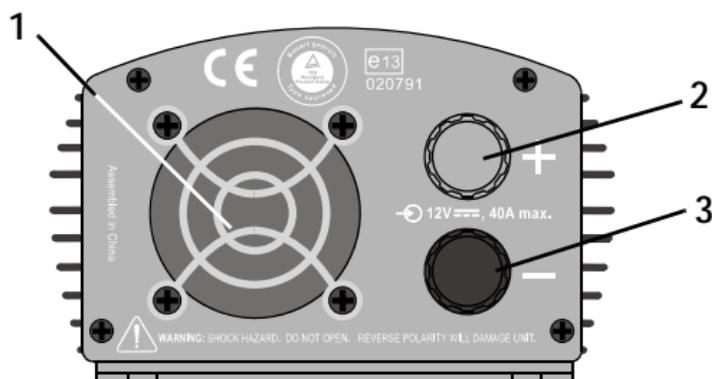
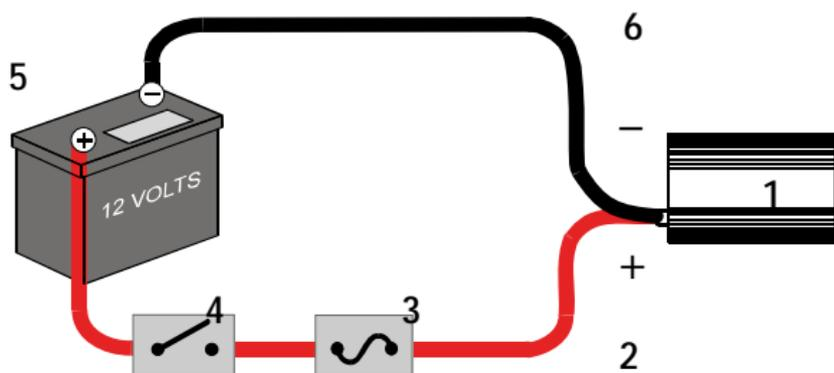

Figure 2 Panneau CC sur le XPower 300
Figure 3 Raccordement câblé du XPower 300 à une batterie de 12 volts
Ventilateur Le ventilateur (voir Figure 2) se met en marche quand une charge CA égale ou supérieure à 100 watts est branchée.
Votre méthode dépendra de la dimension de vos charges CA. Quand vous connectez le convertisseur, référez-vous à la Figure 2 et à la Figure 3.
Charges de toutes dimensions (jusqu'à 300 watts en courant continu) Pour une connexion électrique permanente ou quand vous avez besoin d'alimenter certaines charges supérieures à 150 watts et inférieures à 150 watts, vous pouvez câbler le convertisseur à la batterie. Ceci évite de devoir passer du câblage des pinces de batterie à l'allume-cigares. Vous pourrez voir une installation câblée dans la Figure 3.
3. Installez un fusible automobile de 40 ampères et un commutateur à 40 ampères sur le câble positif (rouge), tout près de l'extrémité qui sera attachée à la batterie. Voir Figure 3. L'interrupteur vous permet de déconnecter le courant CC si vous avez besoin de
- Si vous avez besoin de remplacer le fusible en ligne (voir Figure 3), fermez l'interrupteur en ligne afin de déconnecter le courant CC.